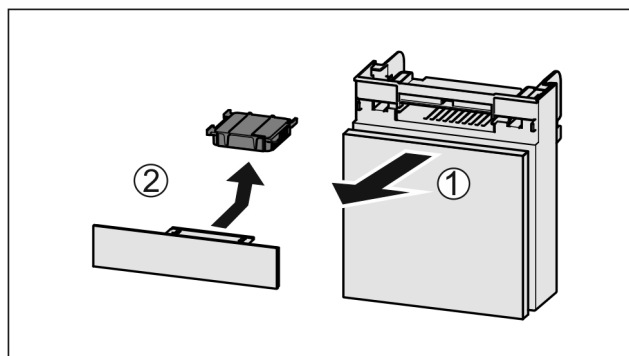

Fig. 147
- ▶ Wyciągnąć Fig. 147 (1) komorę do przodu.
- ▶ Wyjąć Fig. 147 (2) filtr z węglem aktywowanym.